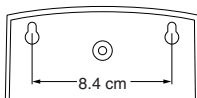

Figure 5
- Au moyen des orifices en poire à l'arrière du carillon, suspendez ce dernier aux vis (voir la Figure 5).